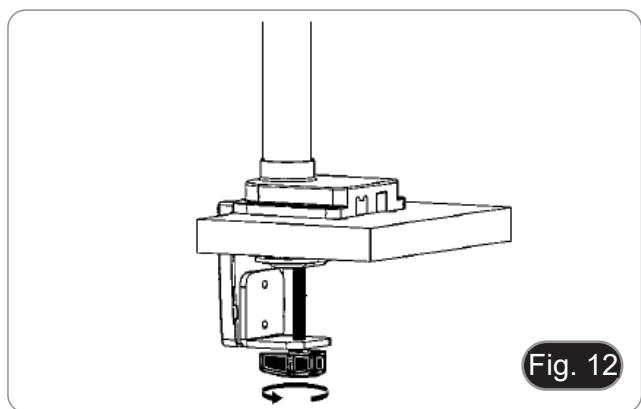

Fig. 12
5. Fijar la cubierta de plástico (H) en el soporte de la abrazadera y, a continuación, montarla en la mesa apretando el pomo de fijación. (Fig. 12)
- NOTA: La cubierta de plástico (H) también sirve como contenedor para las llaves Allen utilizadas para montar y ajustar la tensión de las distintas piezas.